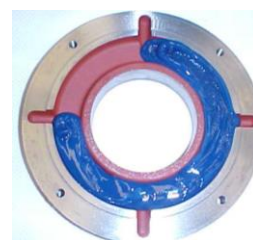

Figura 7.3: Anillo de fijación externo del cojinete
- Llenar $\frac{3}{4}$ del depósito de los anillos de fijación interno y externo con la grasa recomendada (Figura 7.3) y lubricar el rodamiento con la cantidad suficiente de grasa antes de montarlo;
Cuando el cojinete sea abierto, inyectar la grasa nueva a través de la grasera para expeler la grasa vieja que se encuentra en el tubo de entrada de la grasa y aplicar la grasa nueva en el rodamiento, en el anillo interno y en el anillo externo, llenando $\frac{3}{4}$ de los espacios vacíos, conforme es mostrado en la Figura 7.3. En el caso de los cojinetes dobles (esfera + rodillo), llenar también $\frac{3}{4}$ de los espacios vacíos entre los anillos intermediarios; Nunca limpiar el rodamiento con paños a base de algodón, ya que pueden soltar partículas que actúan como partículas sólidas.